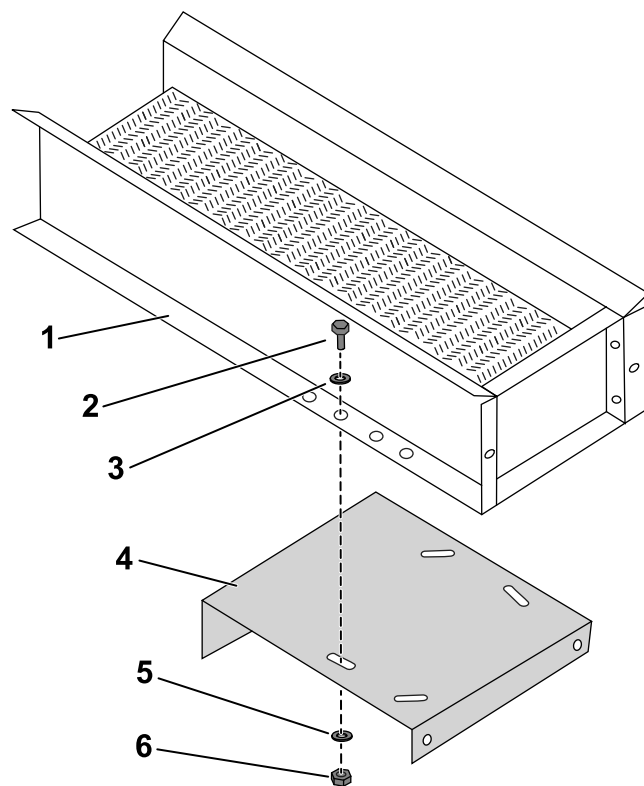

Рисунок 12
1. Используйте имеющиеся крепежные детали для крепления транспортера к верхнему кронштейну (Рисунок 12).